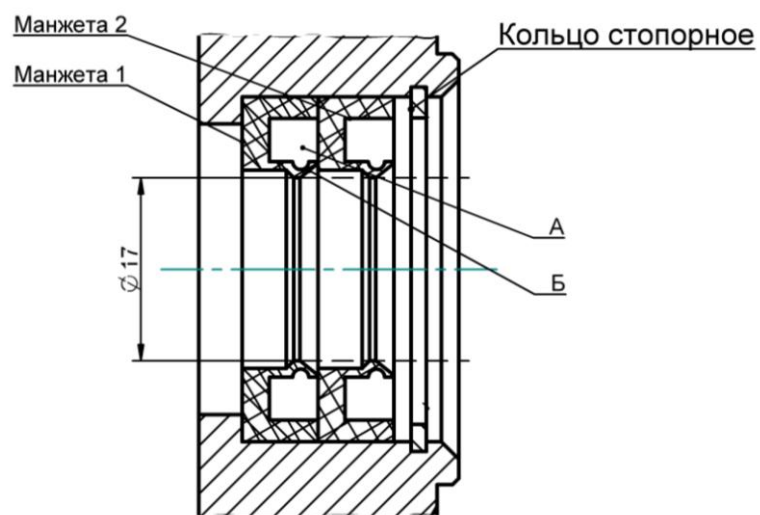

Рис. 5. Схема установки манжет.
8. Снять кольцо стопорное и снять 2 манжеты (рис. 5).
- Установить манжету 1(Рис.5)